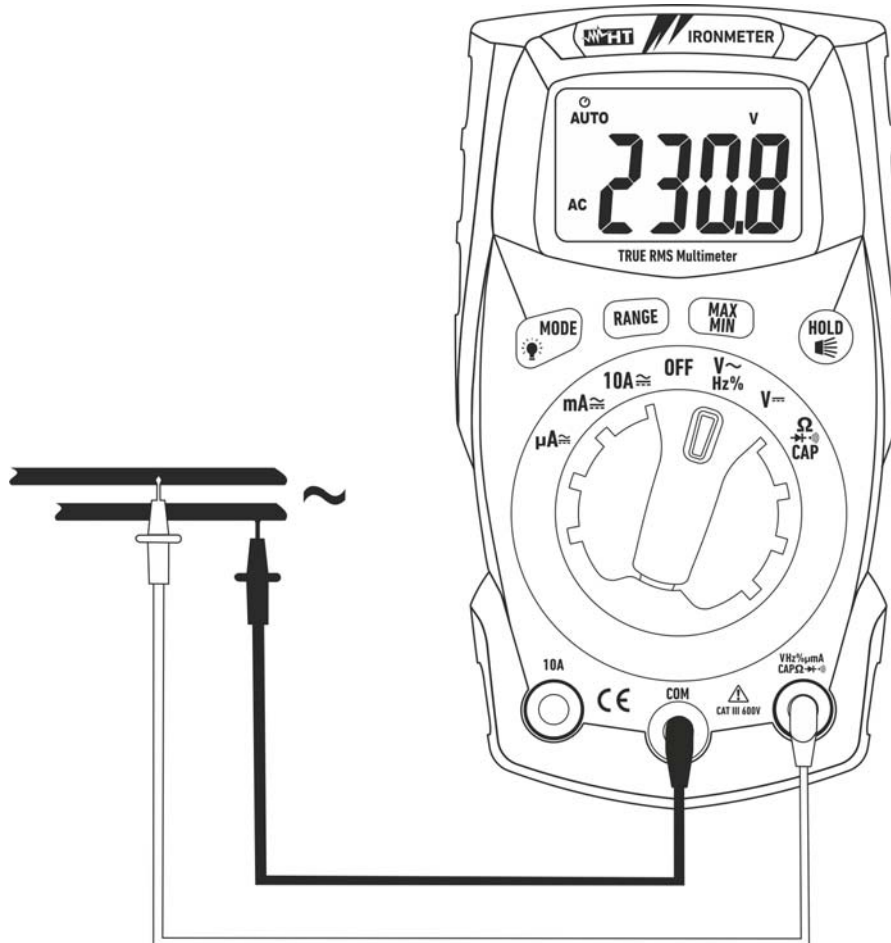

Fig. 4: Uso del instrumento para medida de Tensión CA
3. Posicione la punta roja y la punta negra respectivamente en los puntos del circuito en examen (vea Fig. 4). El valor de la Tensión se muestra en pantalla